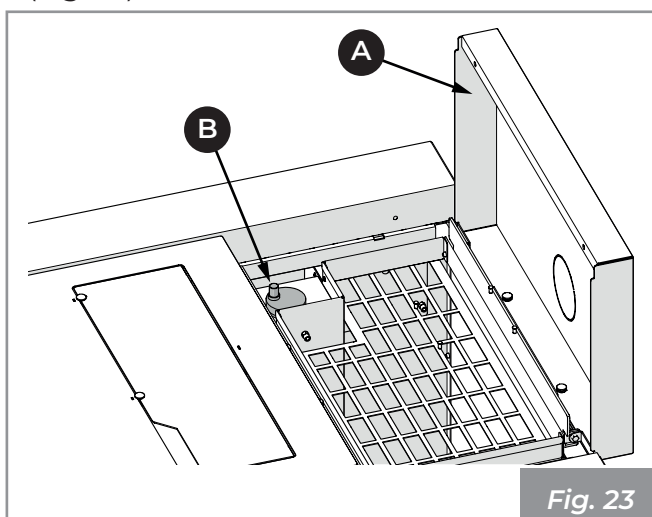
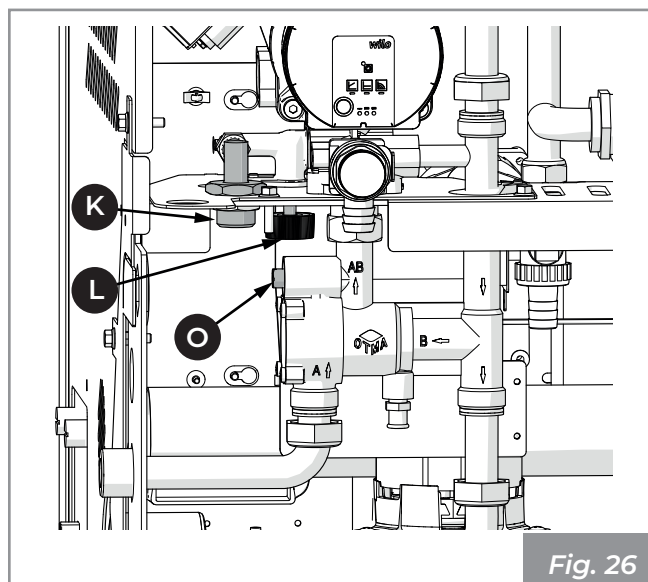
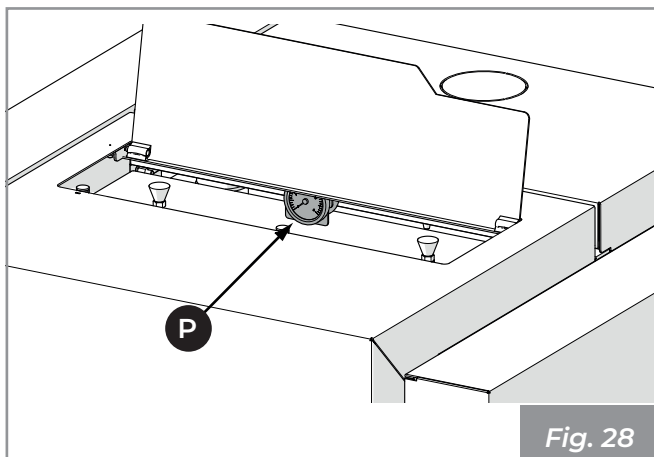

Fig. 23
Fig. 26
Fig. 28
- aprire il coperchio serbatoio (A) e allentare il tappo della valvola di sfiato automatica (B), nel caso in cui si debba eliminare l'aria presente in caldaia durante la fase di carico dell'impianto (Fig. 23).
Collegare un tubo dell'acqua proveniente dall'acquedotto al raccordo di carico (**K**), aprire la valvola di sfiato (**B**) (**Fig. 23**), aprire il rubinetto di carico (**L**), facendo così fluire l'acqua fino al completo riempimento dell'apparecchio (**Fig. 26**). Chiudere la valvola di sfiato e attendere il raggiungimento della pressione minima d'esercizio (**1 bar**), verificabile dal manometro (**P**) (**Fig. 28**).
- Aprire quindi la valvola di sfiato (**B**) (**Fig. 23**), aprire il rubinetto di bypass presente nella valvola anticondensa (**O**), facendo così fluire l'acqua dall'impianto fino al completo riempimento della caldaia (**Fig. 26**). Chiudere la valvola di sfiato e attendere il raggiungimento della pressione minima d'esercizio (**1 bar**), verificabile dal manometro (**P**) (**Fig. 28**).
- 2) Collegare un tubo allo scarico impianto (M), aprire la valvola di sfiato, aprire il rubinetto di scarico (N), facendo così fluire l'acqua fino al completo svuotamento dell'apparecchio. Chiudere la valvola di sfiato e il rubinetto (N) (Fig. 26).